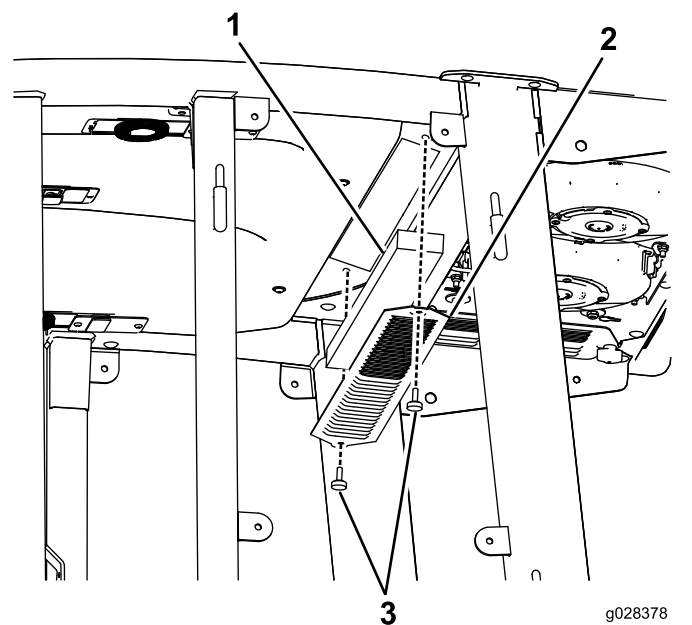

Figura 138
3. Retire el techo de la cabina tras quitar los 22 pernos que lo sujetan (Figura 138).
4. Retire los filtros de aire (Figura 138).
5. Retire y limpie los serpentes del aire acondicionado (Figura 138).